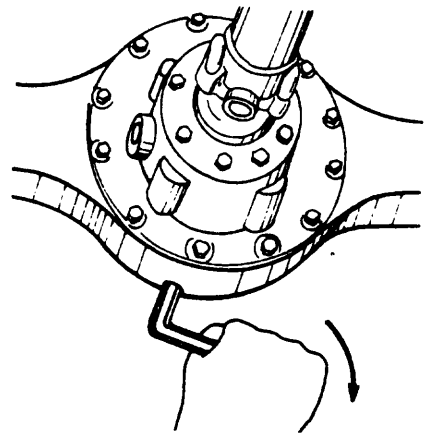

Fig. 1
- 4º paso - Drene el mecanismo diferencial (fig.1).